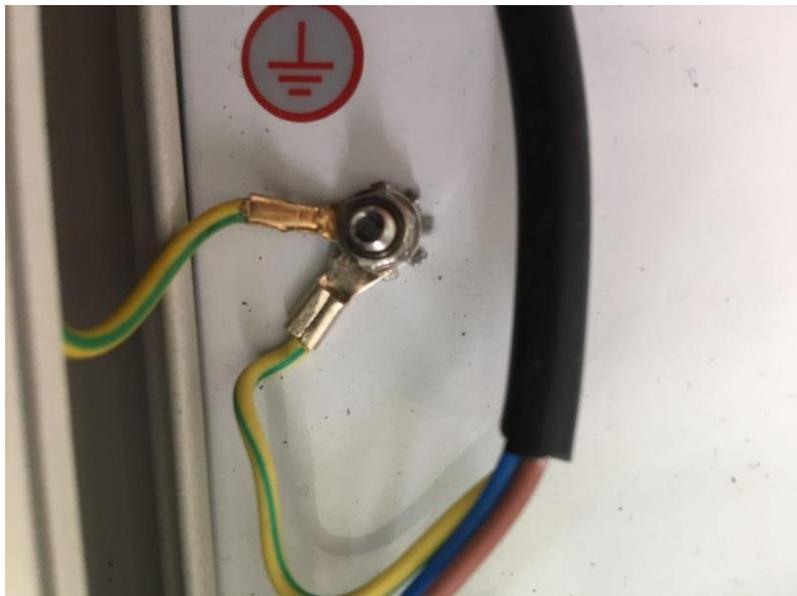
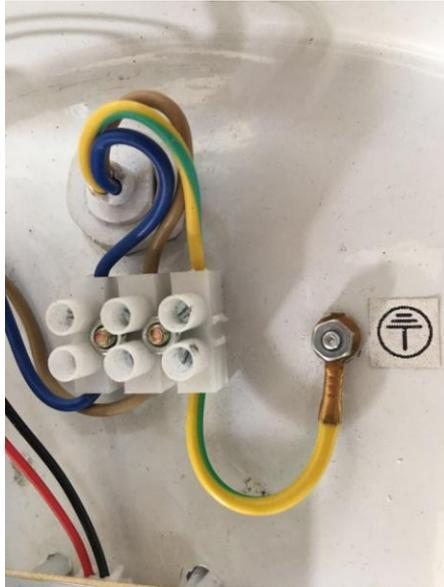

图 5
图 6
- 1.4 接地端子的连接应充分锁定以防意外的松动，螺纹接地端子夹紧装置应不能徒手松开，无螺纹接地端子夹紧装置在无意识的情况下应不能松开，接地端子的螺钉或其他部件应用紫铜或其他不锈钢或带有不锈钢表面的材料制成，接触面应为裸露金属面，如图 5 所示；
- 1.5 与电源电缆或不可拆卸的软缆或软线连接的灯具，接地端子应邻近电源接线端子，如图 6 所示；
- 1.6 当 I 类灯具配有附着的软线时，该软线应有一根黄绿双色的接地芯线，软缆或软线的黄绿芯线应与灯具的接地端子和插头的接地触点相连接，用黄绿双色作标识的导体，无论是内部接线还是外部接线，应仅与接地端子连接，如图 1、图 5、图 6 所示。